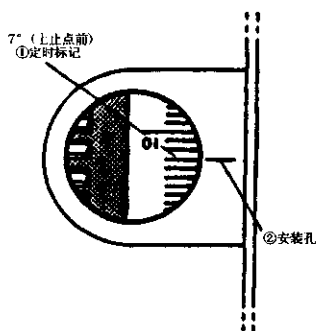

图 4-18 飞轮上正时标记
①转动曲轴,使第一缸活塞位于压缩上止点前 7° 的位置,如图 4-18 所示。